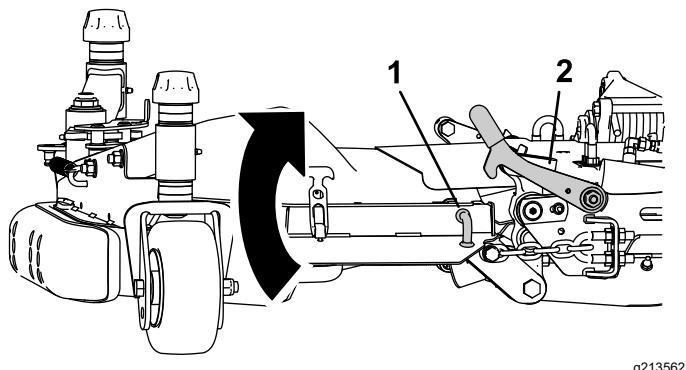

Рисунок 7
- Поднимите крыло деки и прикрепите штифт защелки к рукоятке защелки (Рисунок 7).